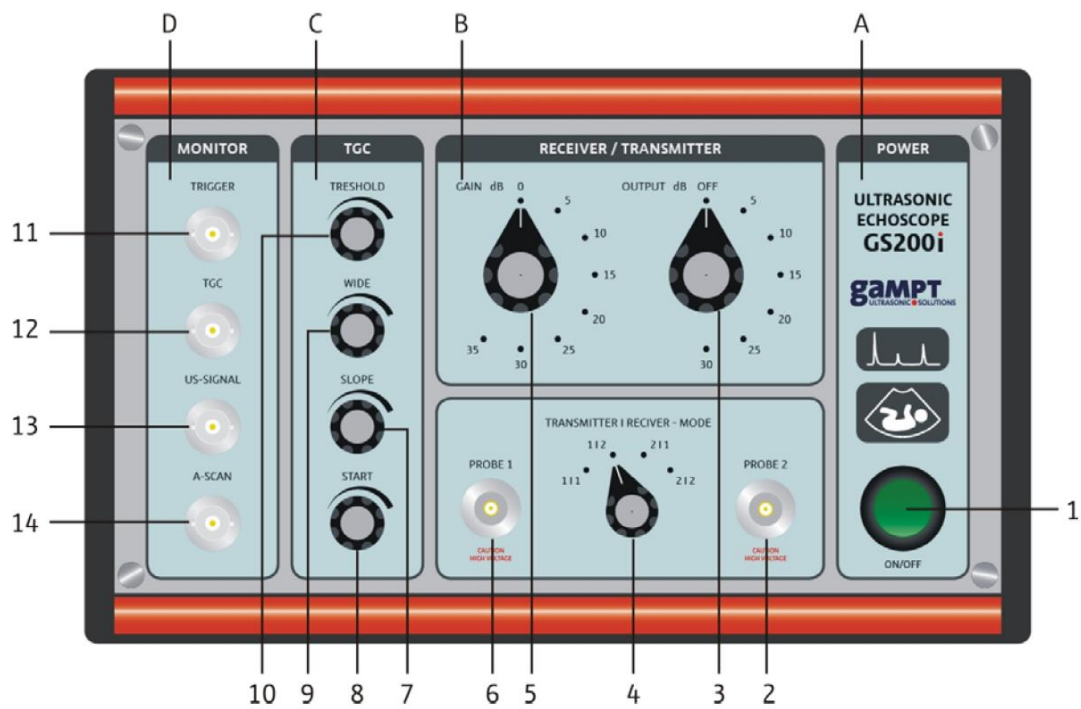
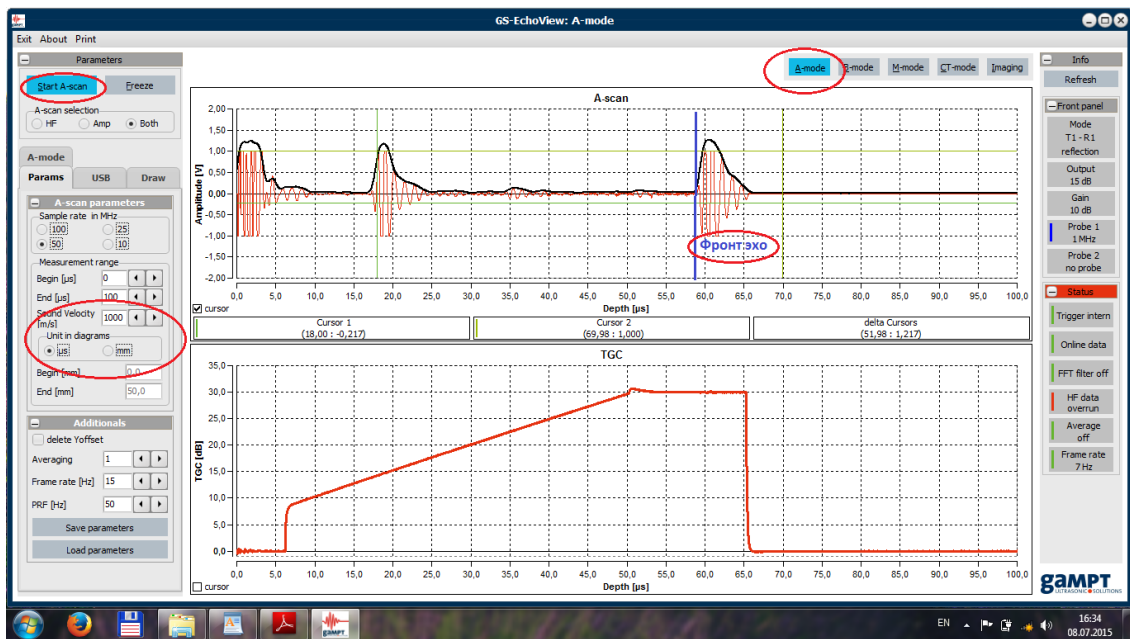

Рисунок 3. Передняя панель эхоскопа GS200.
Рисунок 4. Главное окно программы GS-Echoview.
- подключить датчик 1 МГц (синий) в разъем «Probe1» (см. рисунок 3). При этом выставить режим работы передатчика и приемника «Transmitter/Receiver - Mode»: 1|1 (reflection) – отражение;
- в окне «A-mode» (см. рисунок 4) во вкладке «params» выставить «begin» – 0 и «end» – 100;
- добиться формы сигнала TGC, как показано на рисунках 4-5 (настроить временное усиление), с помощью ручек 7-10 блока С (рис. 3) при положениях переключателей блока передатчика и приемника эхоскопа GS200 «Receiver/Transmitter» (блок В, переключатели 3 и 5, рис. 4): «Gain» – 10, «Output» – 10.
- выставить на эхоскопе GS200 режим работы передатчика и приемника «Transmitter/Receiver - Mode»: 1|2 (transmission) – передача (см. рис. 3);
- выставить на эхоскопе GS200 режим работы передатчика и приемника «Transmitter/Receiver - Mode»: 1|1 (reflection) – отражение (см. рис. 3);